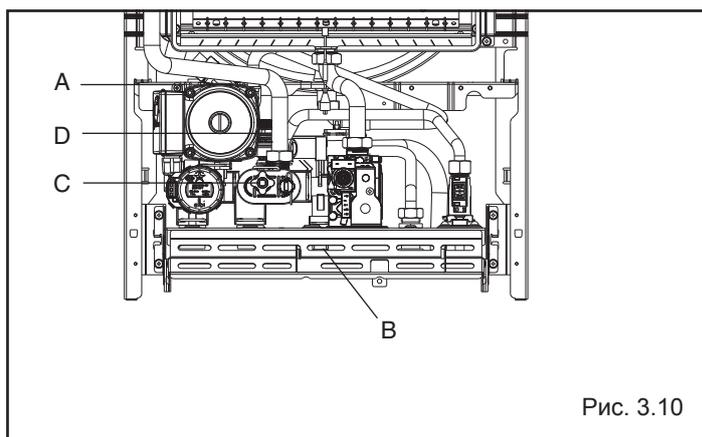

Рис. 3.10
- открутите на два или три оборота крышку автовоздушника (А) (рис. 3.10)
- ослабьте клапан слива воды из котла (С) (рис. 3.10)
Чтобы возобновить работу котла переведите переключатель режимов работы в положение «» (рис. 3.10а), подождите 5-6 секунд, затем снова переведите его в нужное положение. После этого котел запустится автоматически.